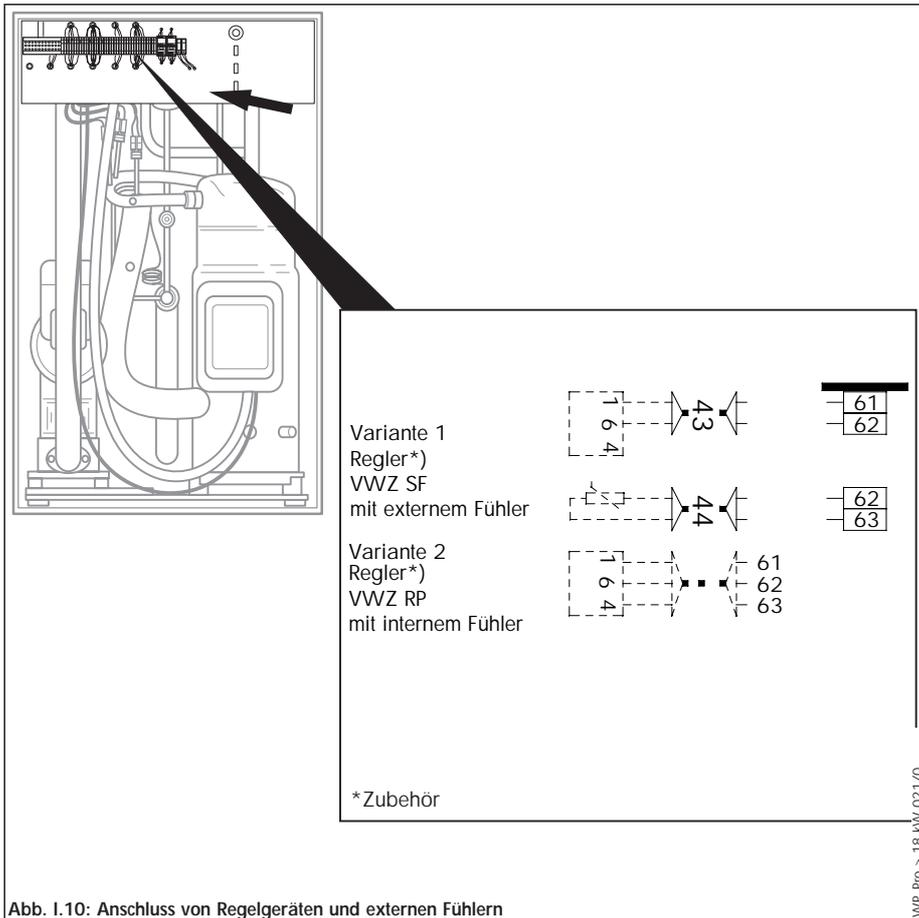

Abb. I.10: Anschluss von Regelgeräten und externen Fühlern
- Verbinden Sie die entsprechenden Anschlüsse, wie in der Abbildung I.10 gezeigt.